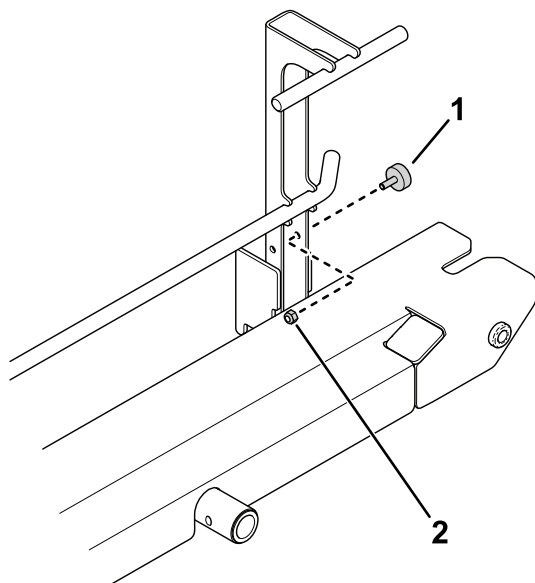

Bild 11
3. Verwenden Sie eine Mutter (1/4"), um einen Stoßfänger an der Rampenbaugruppe zu befestigen (Bild 11).